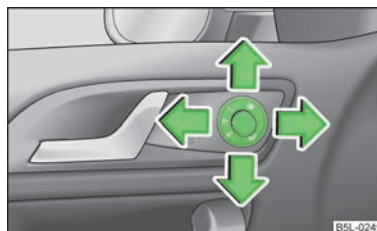

Fig. 40
- Poner el botón giratorio en la posición **☞** » fig. 40.
En el caso de los vehículos con la función de memoria para el asiento del conductor, la superficie del espejo se abatirá un poco hacia abajo al acoplar la marcha atrás y si el botón giratorio está en la posición R » fig. 40. De ese modo, es posible ver el bordillo durante el aparcamiento.